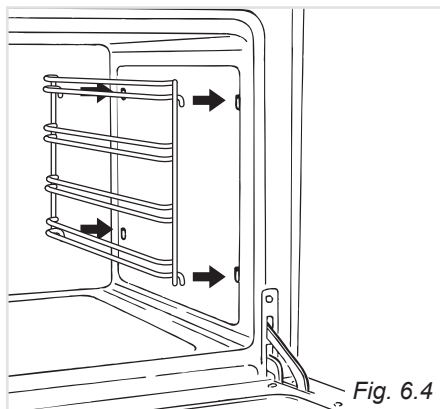

Fig. 6.4
- Agganciare i telai laterali ai fori delle pareti laterali dell'interno del forno (Fig. 6.4)